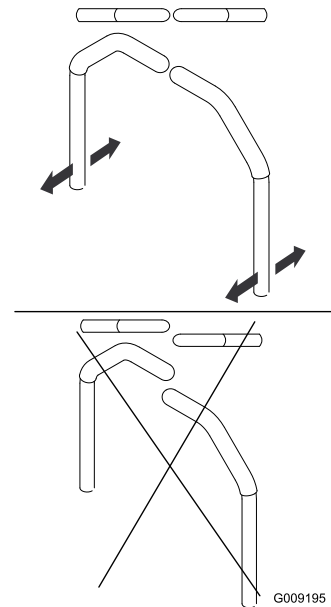

**Figura 63**
4. Alinee las palancas en el sentido adelante/atrás acercándolas a la posición de PUNTO MUERTO y muévalas hasta que estén alineadas; luego apriete los pernos (Figura 63).